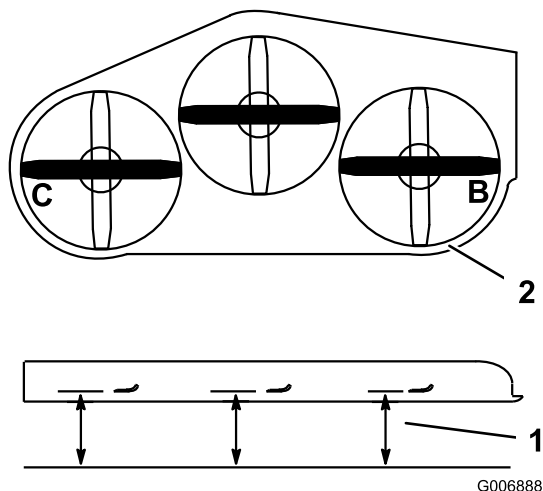

Figura 60
- Coloque la cuchilla derecha en posición longitudinal (Figura 60).
- Mida la cuchilla derecha en la posición **B** desde una superficie nivelada hasta el filo de corte del extremo de la cuchilla (Figura 60).
- Coloque la cuchilla izquierda en posición longitudinal (Figura 60).
5. Mida la cuchilla izquierda en la posición **C** (Figura 60) desde una superficie nivelada hasta el filo de corte del extremo de la cuchilla.